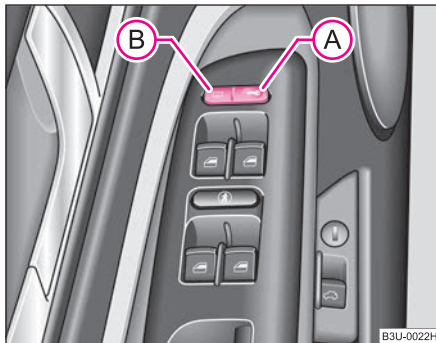

Fig. 24 Interiorul ușii conducătorului: Tastele închiderii centralizate
– Apăsați tasta **A** ⇒ fig. 24.
– Apăsați tasta **B** ⇒ fig. 24. În cazul în care capacul portbagajului a fost inclus în regimul de încuieră permanentă, după apăsarea tastei **B**, capacul portbagajului nu se descuie ⇒ pagina 46.
Dacă autovehiculul a fost încuiat de la comutatorul închiderii centralizate **A** ⇒ fig. 24, sunt valabile următoarele: